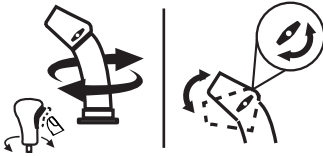

Figura 69
- Para cambiar la dirección en la que se arroja la nieve, oprima el botón del control y gírelo hacia la derecha o izquierda (Figura 69).